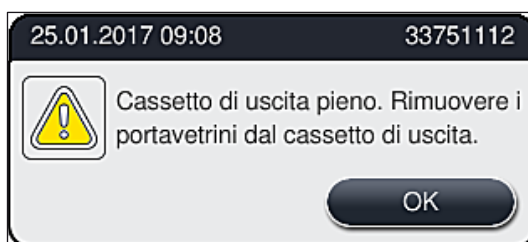

Fig. 86
- Aprire il cassetto di uscita e rimuovere i portavetrini non prima di aver ricevuto l'avvertimento indicante che la stazione di uscita è completamente occupata (→ "Fig. 86"). Se l'avvertimento viene ignorato non è possibile trasferire altri portavetrini nelle stazioni di uscita. In caso di tempi diversi e ritardi nel processo di colorazione, possono verificarsi risultati diversi ed eventualmente non utilizzabili.